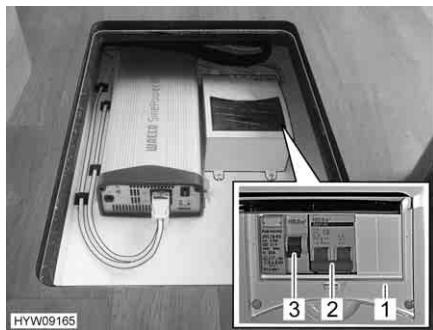

Fig. 130 Scatola dei fusibili supplementare
Le prese sono protette da un interruttore di sicurezza (Fig. 130,2) e da un interruttore di sicurezza per correnti di guasto (Fig. 130,3) in una scatola dei fusibili (Fig. 130,1) aggiuntiva.
- Se il veicolo è collegato all'alimentazione a 230 V, premere il tasto di controllo sull'interruttore di sicurezza per correnti di guasto (Fig. 130,3). L'interruttore di sicurezza per correnti di guasto (FI) deve scattare.